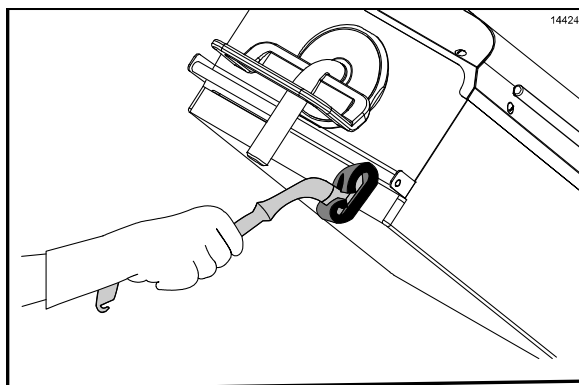

图 49
16. 在煎板的前侧从右向左涂抹 **McD Hi-Temp Grill Cleaner (HTGC)** 煎炉清洁剂。(请见图 49)